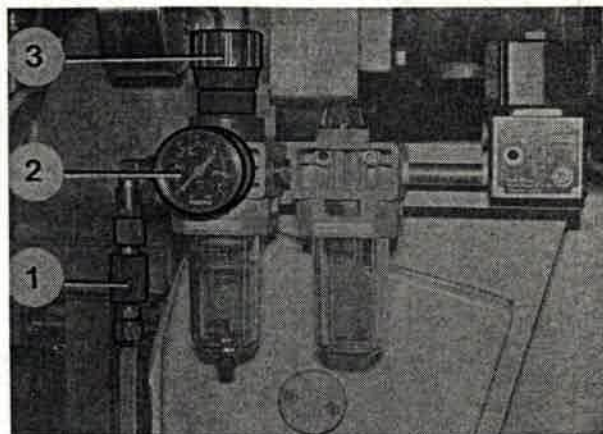

Bild 21
4. Bei Maschinen mit Direktanschluß Schiebeventil (Bild 21/1) öffnen und durch Verdrehen des Handrads (Bild 21/3) am Manometer (Bild 21/2) einen Druck von 1 bar einstellen.